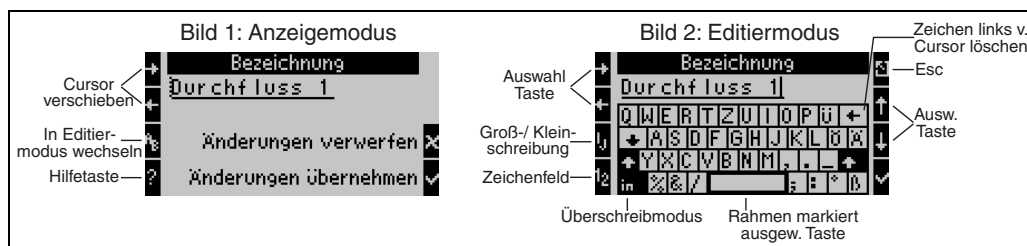

Abb. 15: Bsp.: Editieren einer Bezeichnung mit Palmtastatur
1. Mit Pfeiltasten Cursor rechts vor das Zeichen bewegen, vor dem ein Zeichen eingefügt werden soll. Falls der gesamte Text gelöscht und neu geschrieben werden soll, Cursor ganz nach rechts verschieben. (s. Abb. 15, Bild 1)
3. Mit ij/IJ und 1/2 Taste Tastenfeld mit Groß-/Kleinbuchstaben oder Zahlen wählen. (s. Abb. 15, Bild 2)
4. Mit Pfeiltasten gewünschte Taste auswählen und mit dem Haken bestätigen. Falls Sie Text löschen wollen, Taste ganz rechts oben wählen. (s. Abb. 15, Bild 2)
6. Esc-Taste drücken, um von Editiermodus in den Anzeigemodus zu wechseln und Änderung mit Haken Taste übernehmen. (s. Abb. 15, Bild 1)
- Im Editiermodus (s. Abb. 15, Bild 2) lässt sich der Cursor nicht bewegen! Wechseln Sie mit der Esc-Taste ins vorhergehende Fenster (s. Abb. 15, Bild 1) um den Cursor auf das Zeichen zu ziehen, welches geändert werden soll. Dann wieder AB Taste betätigen.